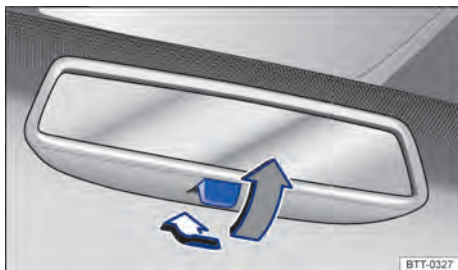

Fig. 123 No para-brisa: espelho retrovisor interno com antiofuscante manual.
- Para evitar o ofuscamento, puxar a alavanca para trás \Rightarrow Fig. 123.